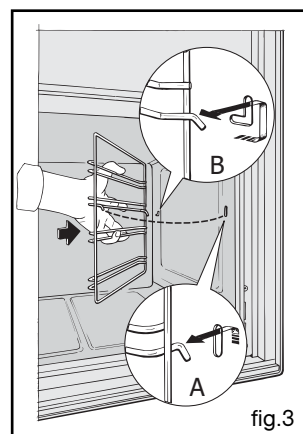
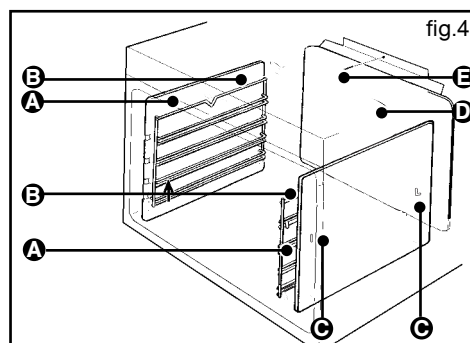

fig.3
fig.4
- Dévissez les 2 vis maintenant chacune des parois latérales (**Fig.2**). Retirez les parois en les faisant pivoter autour des pattes de maintien situées à l'avant de la cavité (**Fig.3**).
Décrochez le gradin fil (**B Fig.4**) à l'avant en le soulevant (**schéma A Fig.3**). Tirez vers soi l'ensemble du gradin, le soulever afin de décrocher l'attache de fixation arrière (**schéma B Fig.3**). Le sortir des 2 trous (**C Fig.4**) de la paroi catalytique et du moufle du four. Retirez ensuite la paroi catalytique (**A Fig.4**). Remplacez les nouveaux éléments (parois et/ou gradins) en effectuant les opérations inverses.
Dévissez complètement la vis (**E Fig.4**) située en haut de la paroi du fond (**D Fig.4**). Inclinez la paroi vers l'avant afin de la retirer du moufle. Remplacez la nouvelle paroi en effectuant les opérations inverses.